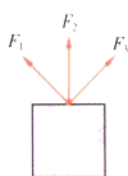

图 1-3-4
1. 图 1-3-4 中, 三个大小均为 10 N 的力作用在一个重 20 N 的木箱上, 刚好能把木箱提起, 其中 F_2 竖直向上, F_1 与 F_2 、 F_2 与 F_3 的夹角相等, F_1 与 F_2 的夹角有多大?